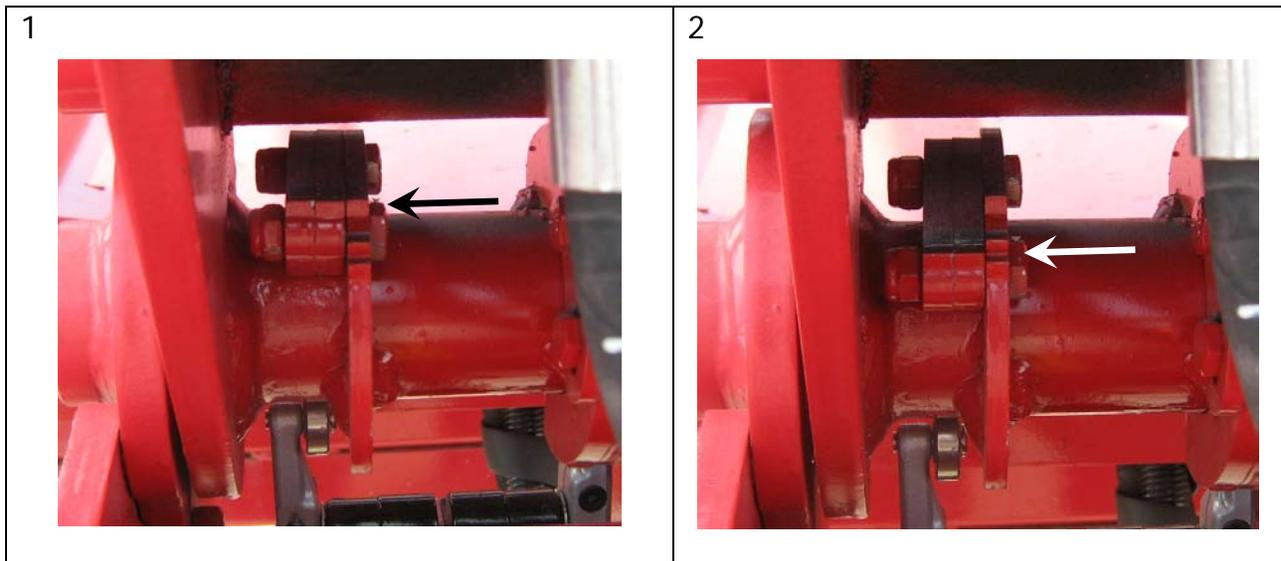

Figure 5.5 Came sur poussoir pour ajustement
L'ajustement s'effectue au niveau du pivot du poussoir (Figure 5.5). Sur la figure suivante L'image (1) nous montre la position de la came pour le transport de balles de 120 cm de longueur et l'image (2) montre la position de la came pour le transport de balles de 150 cm de longueur.